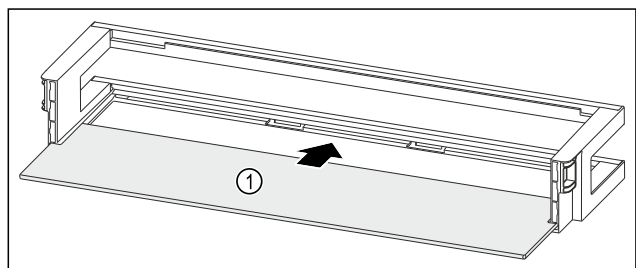

Fig. 250 Türabsteller mit Abstellfläche
- ▶ Abstellfläche Fig. 250 (1) in die seitlichen Ausparungen einschieben.